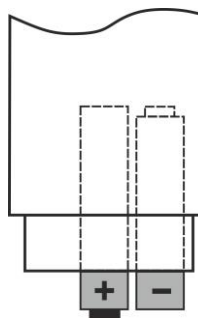

Fig. 11: Substituição das pilhas
3. Inserir as pilhas novas do mesmo tipo (ver § 7.2) respeitando as polaridades indicadas (ver Fig. 11).